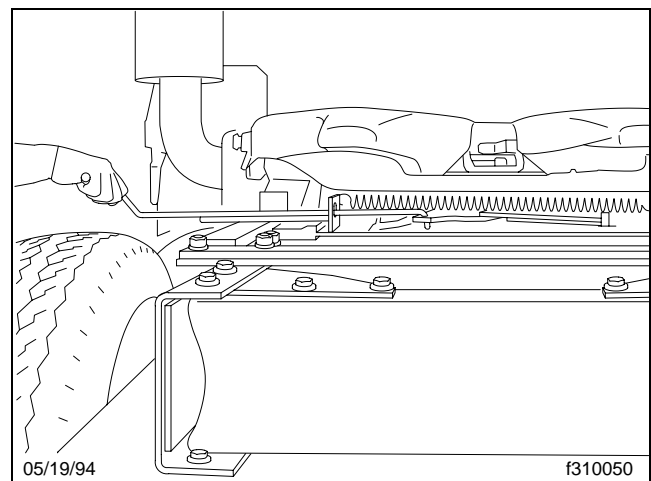

Fig. 10.19, Dégagement manuel de la sellette d'attelage coulissante Fontaine
- 2.2 Pour les modèles à dégagement manuel, levez la poignée de commande du mécanisme coulissant pour la dégager de la plaque-guide. Puis tirez la poignée (**figure 10.19**) jusqu'à ce qu'elle soit en position déverrouillée et qu'elle puisse être placée contre la plaque-guide pour la retenir. La poignée de commande reste dans la position déverrouillée jusqu'à ce